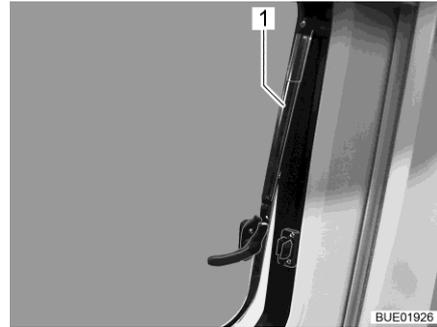

Fig. 20 Fenêtre projetante avec bras automatiques, ouverte
- Ouvrir la fenêtre projetante jusqu'à la position d'ouverture désirée. Faire s'enclencher la fenêtre projetante avec bras automatique (Fig. 20,1).